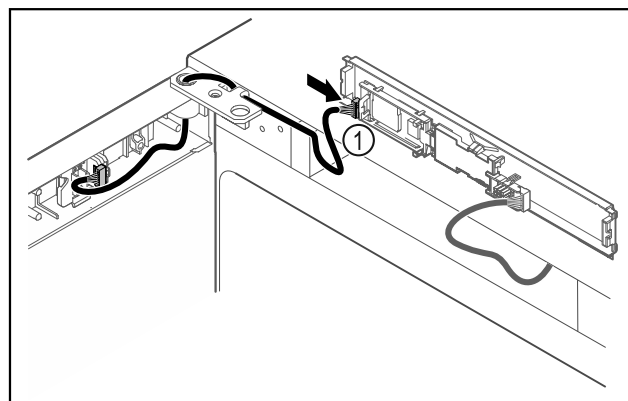

Fig. 41
- Sett pluggen Fig. 41 (1) inn i kretskortet.